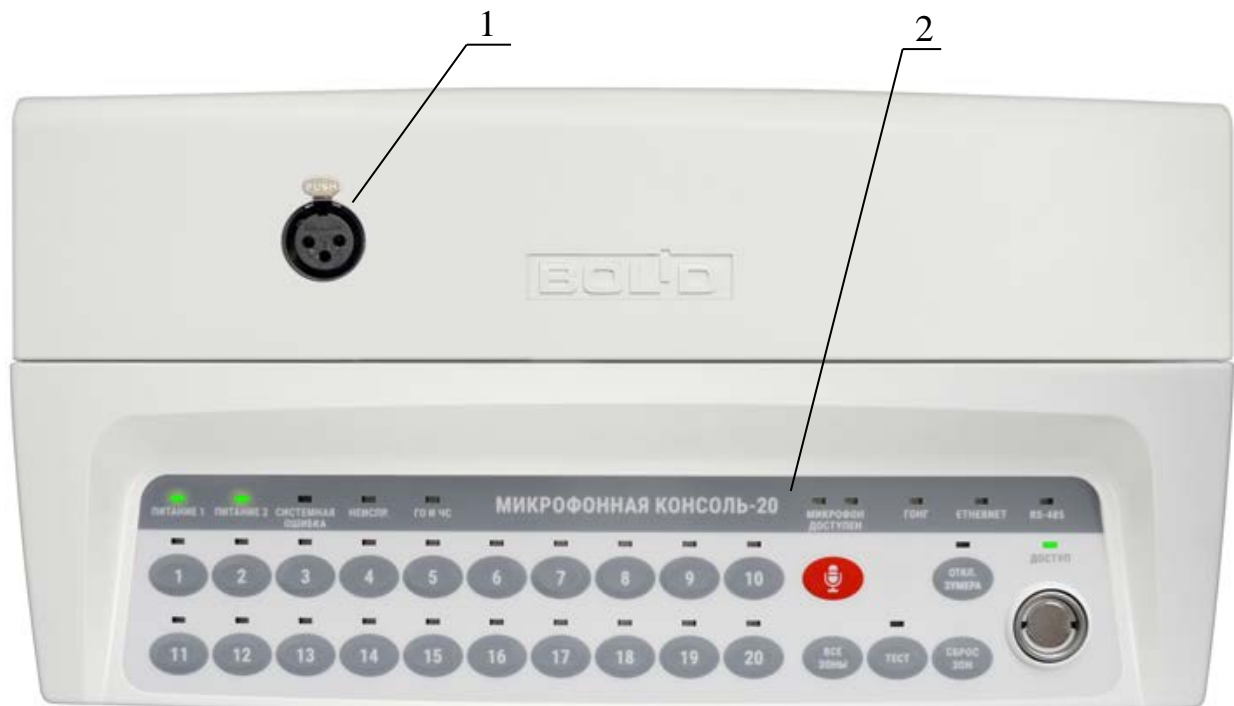

Рисунок 2.2.1. Внешний вид консоли
Конструкция консоли предусматривает ее установку на горизонтальных поверхностях или на стене в местах, защищенных от воздействия агрессивных сред, атмосферных осадков, механических воздействий. Консоль выпускается в пластмассовом корпусе белого цвета (Рисунок 2.2.1).
1) Убедившись, что микрофон не подключен в разъем (Рисунок 2.2.1, поз. «1»), снять крышку монтажного отсека, потянув в стороны ее защелки.